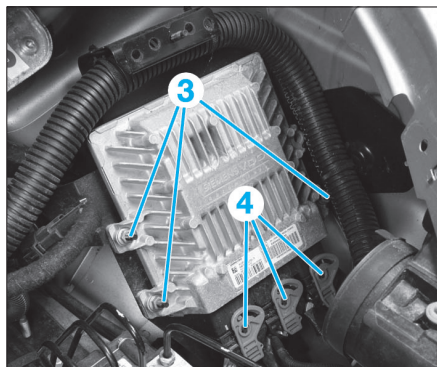

Fig. 27
- Déposer les écrous (3) (Fig.27).
- Débrancher les connecteurs (4).